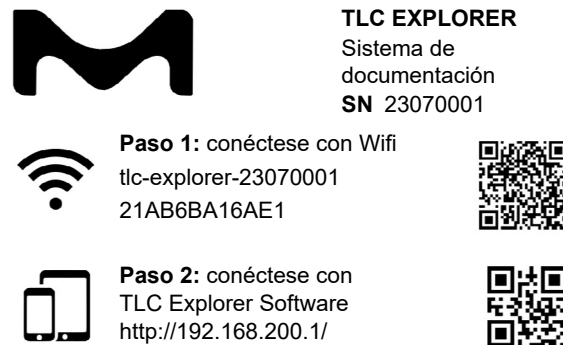

Figura 3.2: Conéctese fácilmente escaneando estos dos códigos QR en la etiqueta de su dispositivo
- Dos pegatinas con dos códigos QR, que se utilizan para conectarse con mayor facilidad al dispositivo (véase la figura 3.2)
En un ordenador portátil (o PC de escritorio con WiFi) abra la configuración de red y busque un nombre de red (SSID) que empiece por 'tlc-explorer' seguido del número de serie **B6**. Elija 'WPA/WPA2' como la configuración de seguridad e introduzca la contraseña que se muestra en la etiqueta del Paso 1 (véase la figura 3.2) para establecer la conexión. Es aún más sencillo conectar tabletas o teléfonos inteligentes escaneando el código QR 1 de la etiqueta proporcionada en el paquete. Es posible que aparezca una advertencia que indique que la red WiFi elegida no tiene conexión a Internet; esto es correcto y es así por diseño.